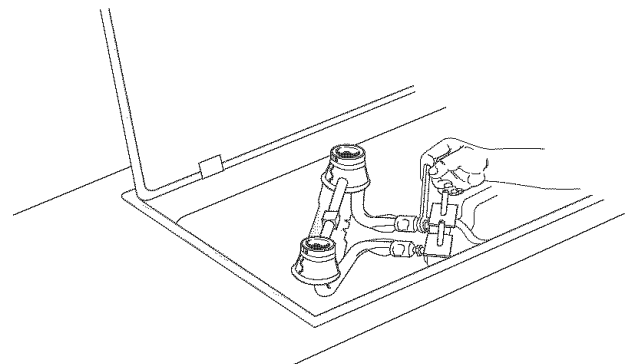
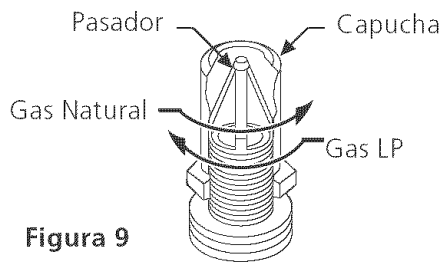

Figura 8
Figura 9
B. Burner Valves Conversion (vea figura 8 y figura 9)